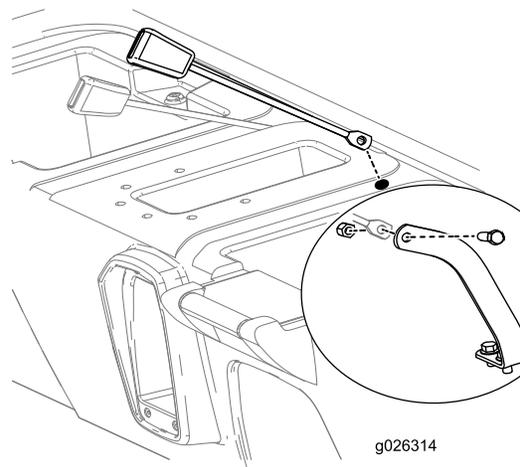

**Figura 9**
7. Utilizando as dimensões mostradas na Figura 9, localize, marque e faça 2 furos na parte superior do resguardo do banco.